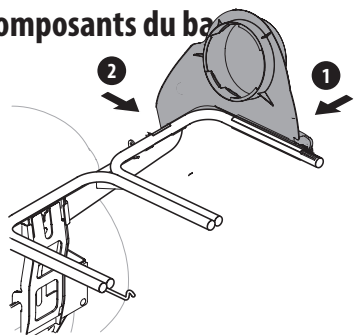

Figure 7
1. Faites enclencher la partie latérale du support pour goulotte supérieure (731-17091A) sur le support des sacs (1). Voir Figure 7.
2. Faites enclencher la partie avant du support pour goulotte supérieure sur le support des sacs (2). Voir Figure 7.